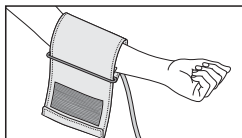

Рис.7
2. Наденьте манжету на левую руку, при этом трубка должна быть направлена в сторону ладони (рис.7). Если измерение на левой руке затруднено, то измерять можно на правой руке. В этом случае необходимо помнить, что показания могут отличаться на 5-10 мм рт. ст.